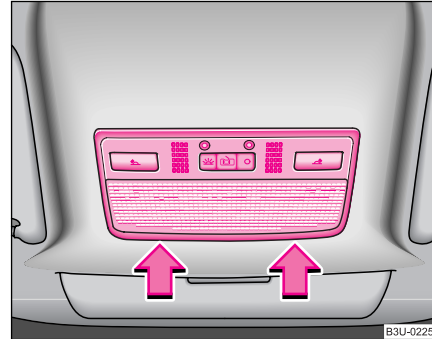

Fig. 192 Lampa interioară din față la autovehiculele fără trapă electrică
- Introduceți vârful unei șurubelnițe mici în fanta de lângă lampă ♥ pagina 257, fig. 192.